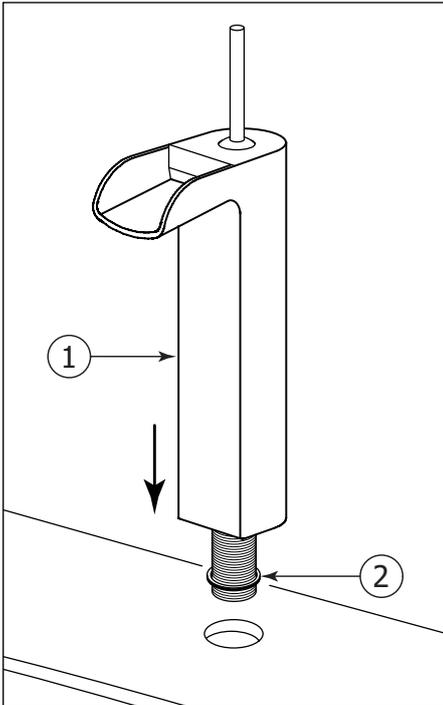

Fig.1
Place the washer (2), and insert the faucet (1) into the hole (Ø 1-3/8") of the basin or countertop as shown (fig. 1).
Placer la rondelle (2), et insérer le robinet (1) dans le trou (Ø 1-3/8") du lavabo ou du comptoir tel qu'illustré (fig. 1).